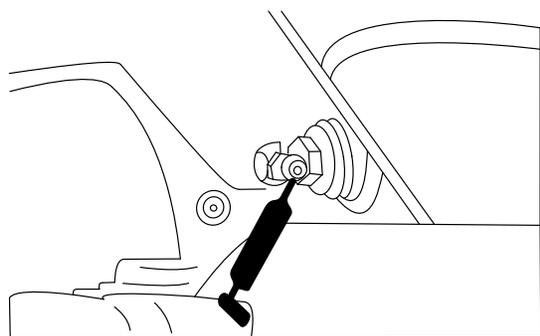

Figura 47
- Pivote del eje trasero (Figura 47).